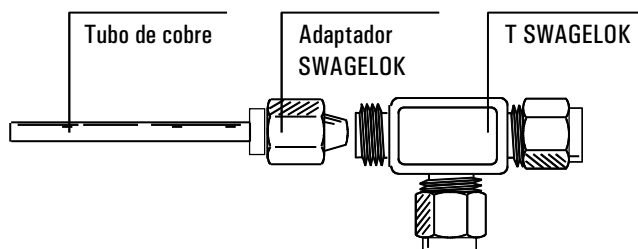

Figura 105 Conexión de una T SWAGELOK
1. Cortar el tubo donde se quiera instalar la T. Conectar el tubo y la T mediante un adaptador SWAGELOK. Ver la Figura 105.